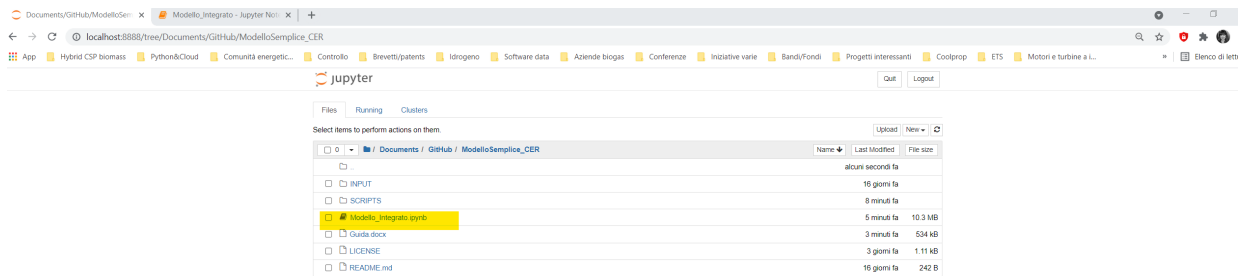

Figura 7: Interfaccia Jupyter – 2
- Trovare il percorso corrispondente alla cartella modello, e aprire il file “Modello_Integrato.ipynb” come mostrato in Figura 7